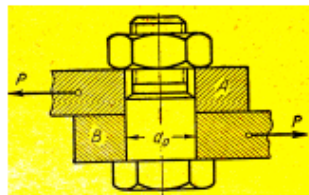

Рис.3.
9. Болт с диаметром стержня 14мм установлен в отверстии без зазора и передает с полосы А на полосу В усилие 0,8 тонн. Проверить на прочность при деформации среза, если допускаемое напряжение среза материала болта $[\tau] = 800 \text{ кг/см}^2$ (рис.3).